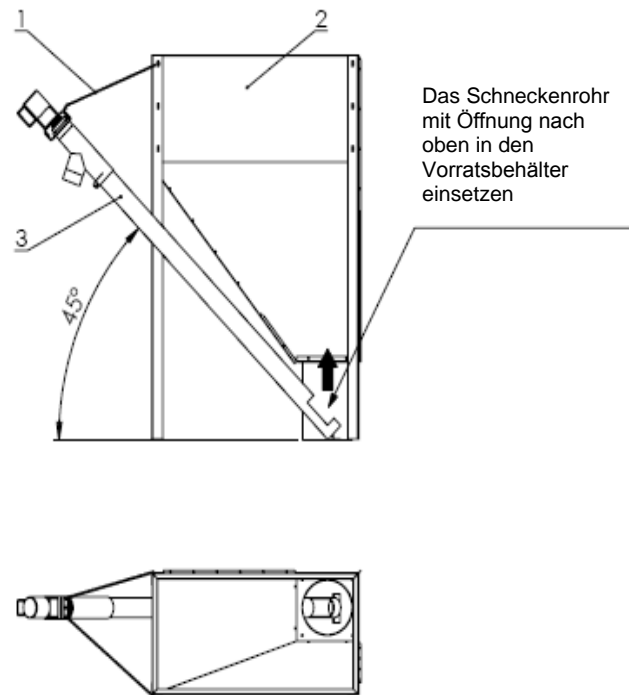

Abb. 6. Pellets-Vorratsbehälter
Der **Pelletsbehälter** (Abb. 6) sollte möglichst nah am Kessel stehen, das Rohr der Förderschnecke (3) ist in die untere Öffnung des Behälters (mit der rechteckigen Aussparung nach oben) zu stecken und mit den mitgelieferten Ketten (1) an den Behälter zu befestigen. Das Wellrohr des Zuführungsrohres für den Brenner (17) mit dem Fallrohr zu Brenner (20) verbinden und mittels Schlauchschellen (im Zubehör) festschrauben. Die Förderschnecke sollte unter einem Winkel von mindestens 45° zum Boden installiert sein. Das flexible Wellrohr zwischen Brenner und Transportschnecke sollte mit einem maximal kurzen und senkrechten Abschnitt geführt werden, um eine Staubildung der Pellets im Rohr zu vermeiden. Vor der Inbetriebnahme und während des Betriebs muss der Vorratsbehälter bis auf min. $1/3$ Höhe mit Pellets gefüllt sein. Es ist auf das korrekte Einbringen des Schneckenrohrs (3) im Rohr des Vorratsbehälters (2) zu achten. Das Speiserohr ist mit der Aussparung nach oben einzubringen, um eine optimale Brennstoffversorgung zu gewährleisten.